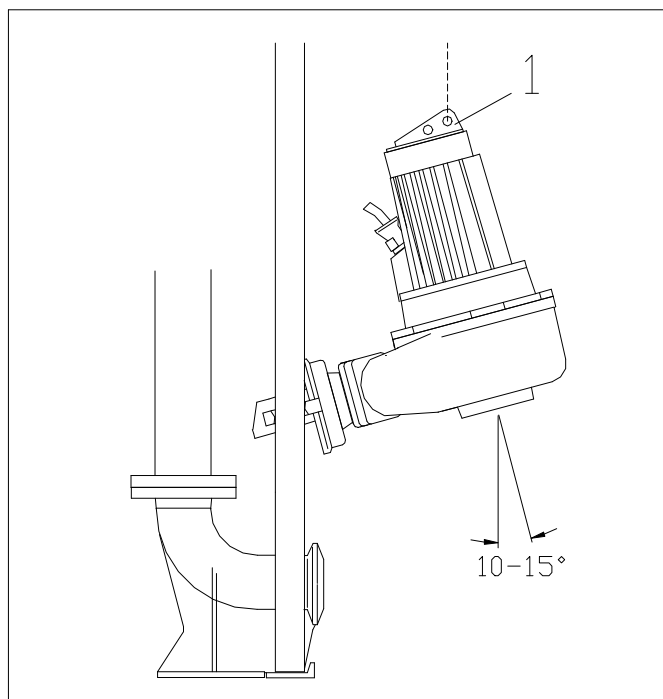

Fig. 6.4
- De hoek van de pomp bij het koppelen of ontkoppelen t.o.v. de geleidebuizen tussen de 10° en 15° is (voor RW80 is dit 5°), zie fig. 6.4. Deze hoek is te beïnvloeden door het bevestigingspunt (1) van de hijsketting te verplaatsen.